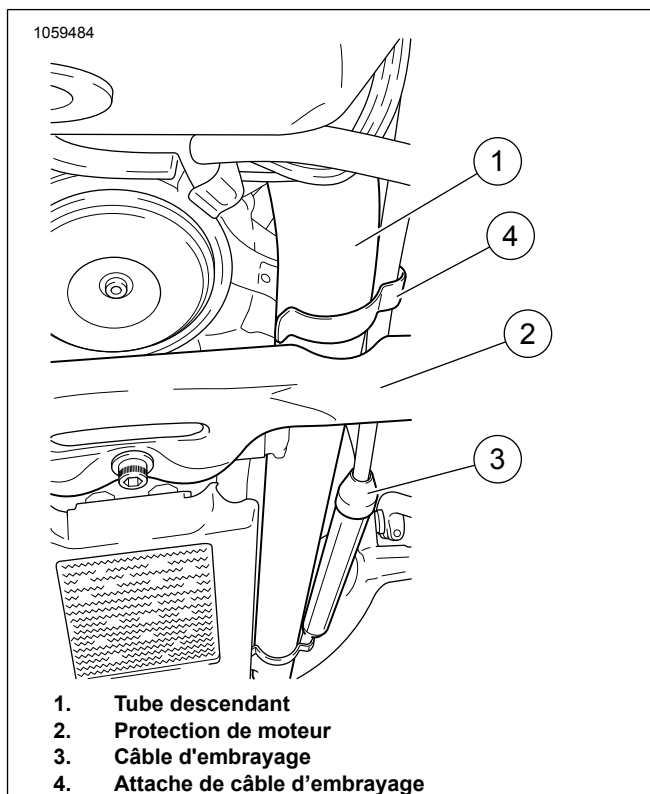

Figure 2. Acheminement du câble d'embrayage
1. Voir la figure 2. Vérifier la position de l'attache d'embrayage (4).